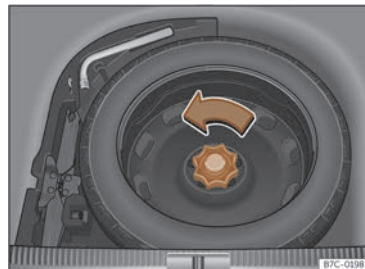

Fig. 211 În portbagaj: podeaua ridicată a portbagajului.
- Rotiți butonul rotativ în sens antiorar >>> fig. 211.